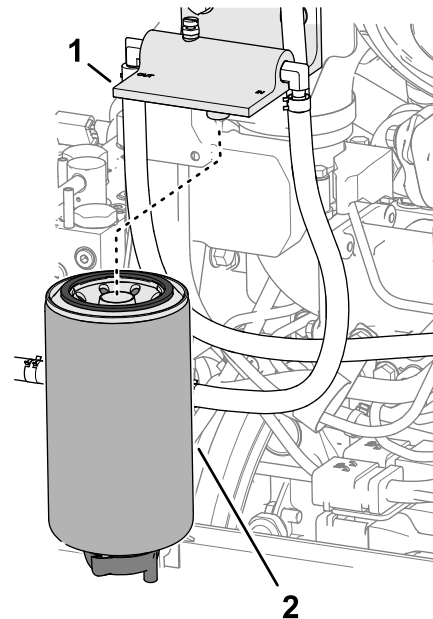

Figure 118
2. Nettoyez le filtre séparateur eau-carburant et la tête du filtre (Figure 118).